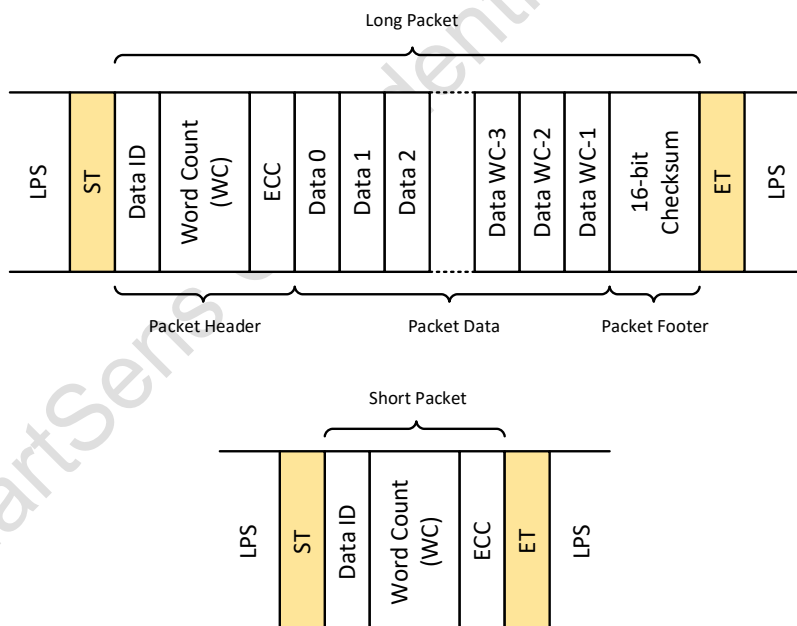
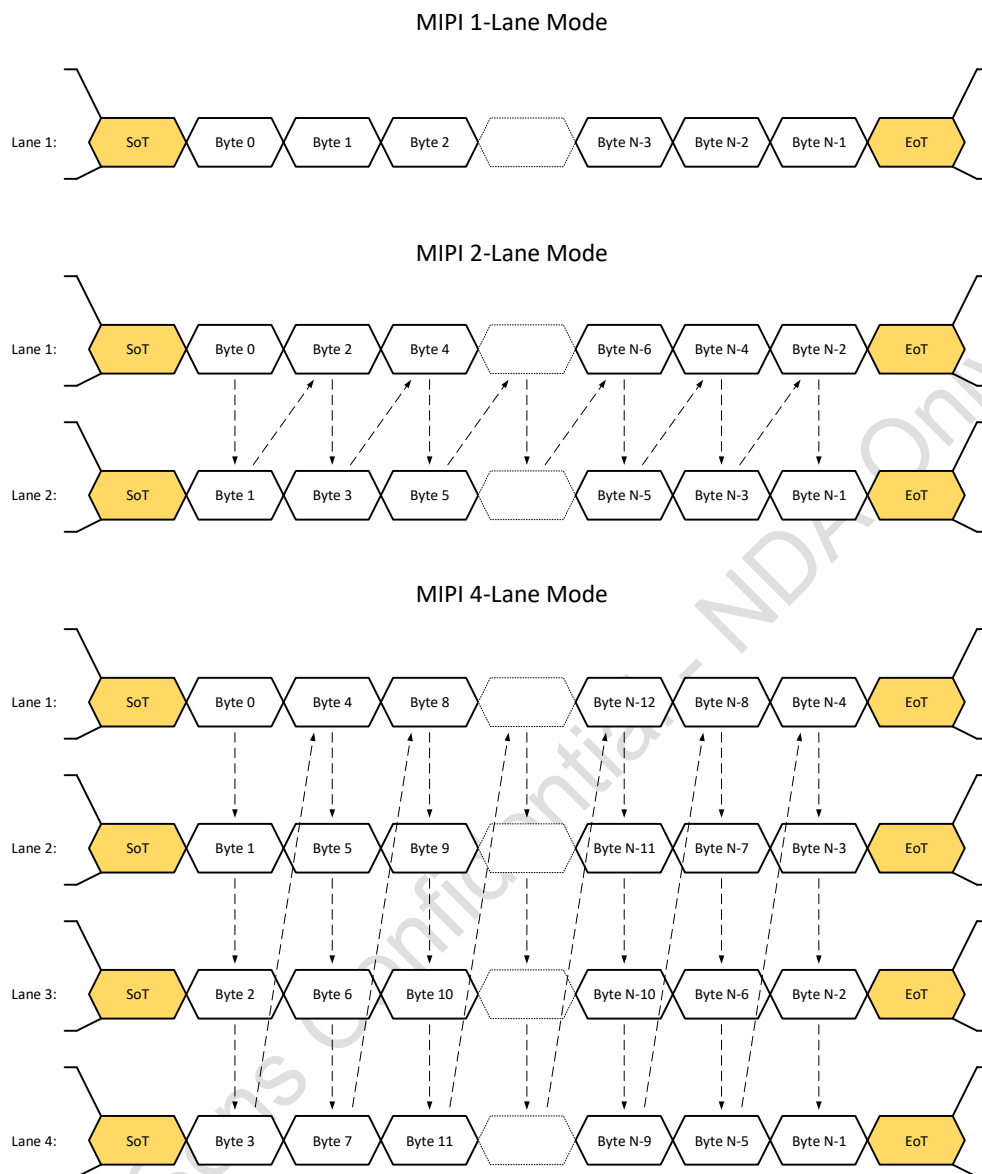
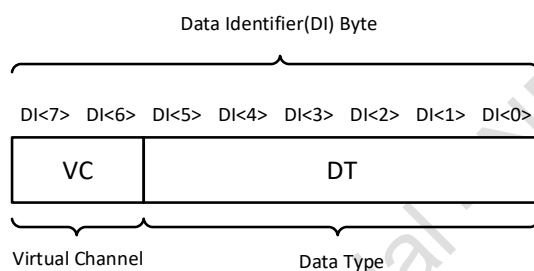

图 1-9 MIPI 长/短数据包结构示意图
图 1-10 MIPI 1/2/4lane 模式数据包传输示意图
图 1-11 MIPI 数据包 DI 结构
图 1-9 展示了 MIPI 长、短数据包结构示意图。其中数据标识 DI(Data Identifier)用来区分不同的数据包类型。图 1-10 展示了 MIPI 工作在 1lane、2lane 和 4lane 模式下的数据包传输示意图。图 1-11 中，DI 包括两部分，分别是虚拟通道 (VC) 和数据类型 (DT)。默认情况下，Sensor 给出的 MIPI 数据 VC 值都是 0，而 DT 值如表 1-7 所示。